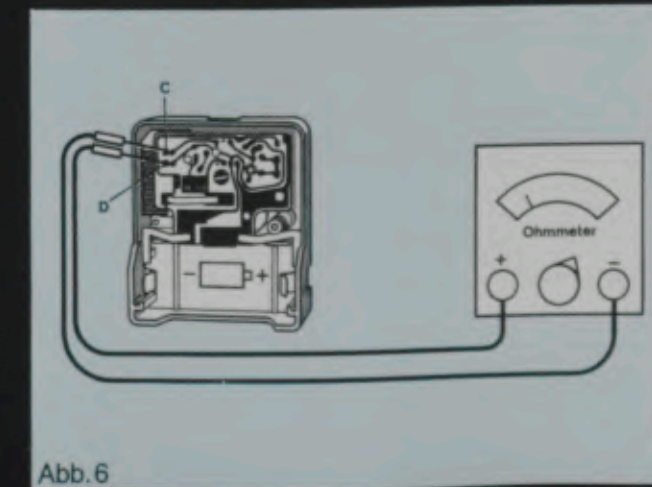

Abb. 6
2.4 Motorspule messen und auf Kurzschluß prüfen (Abb. 6)